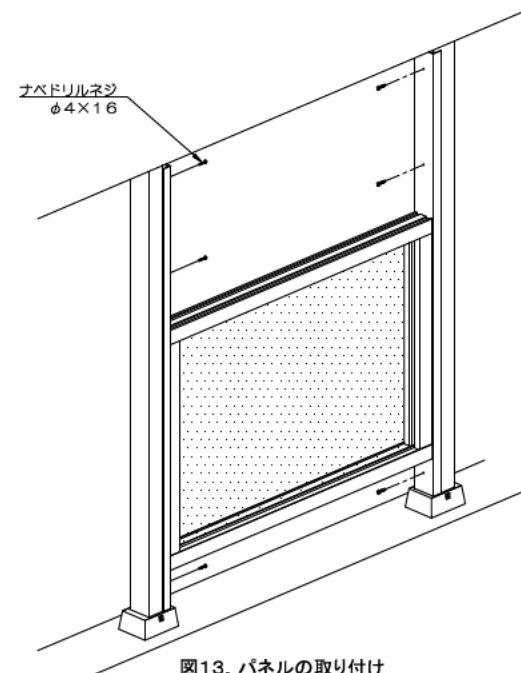

図13. パネルの取り付け
(2) 付子と柱をφ4×16のナベドリルネジにてしっかりと固定してください(図13)。